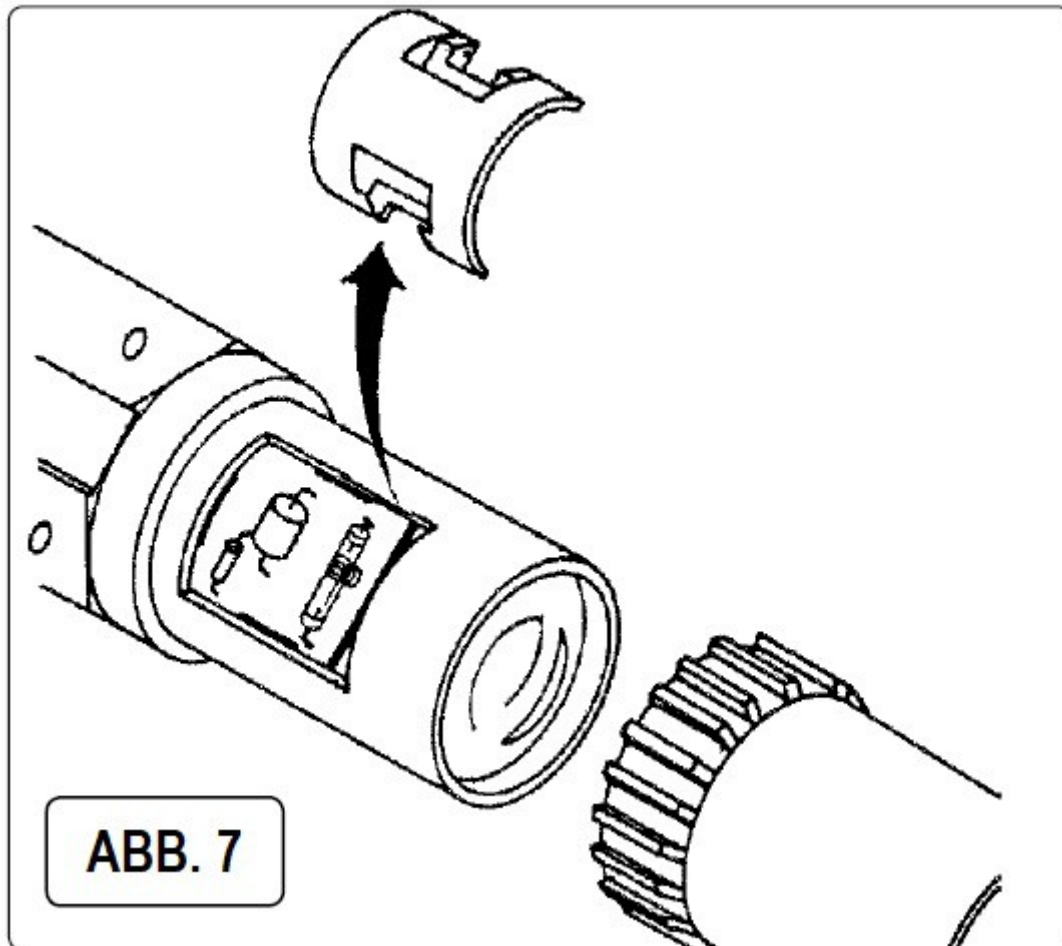

ABB. 7
7.2. Die Lampe kann einen schwarzen Fleck um die Anode herum aufweisen, was völlig normal ist. Wenn die Lampe jedoch vollständig schwarz ist, hat sie das Ende ihrer Lebensdauer erreicht und sollte ersetzt werden. (siehe Abb. 7)